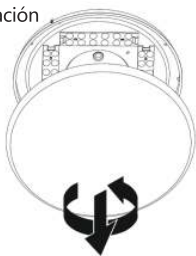

fig.1
- 1. fig. 1:** Retire la cúpula de la base (cierre de bayoneta).